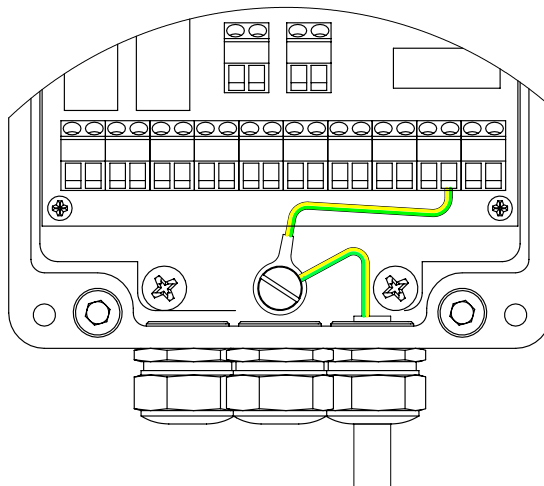

Figure 2-6 Connection de la mise à terre lors de l'alimentation en 230, 115 ou 48 VAC
4. Lors de l'alimentation en tension alternative 230 VAC, 115 VAC ou 48 VAC, la connection à la mise à terre est indispensable et est à réaliser selon la *figure 2-6* :